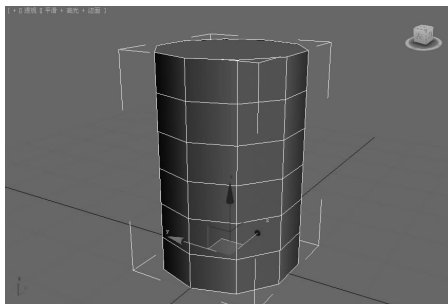

图 5-82 创建瓶身圆柱体 ▲
(1) 单击“创建”面板中的“几何体”按钮, 在“对象类型”卷展栏中单击“圆柱体”按钮, 在顶视图中拖动鼠标创建一个圆柱体对象, 设置“半径”为 10、“高度”为 30、“高度分段”为 6、“边数”为 10, 效果如图 5-82 所示。